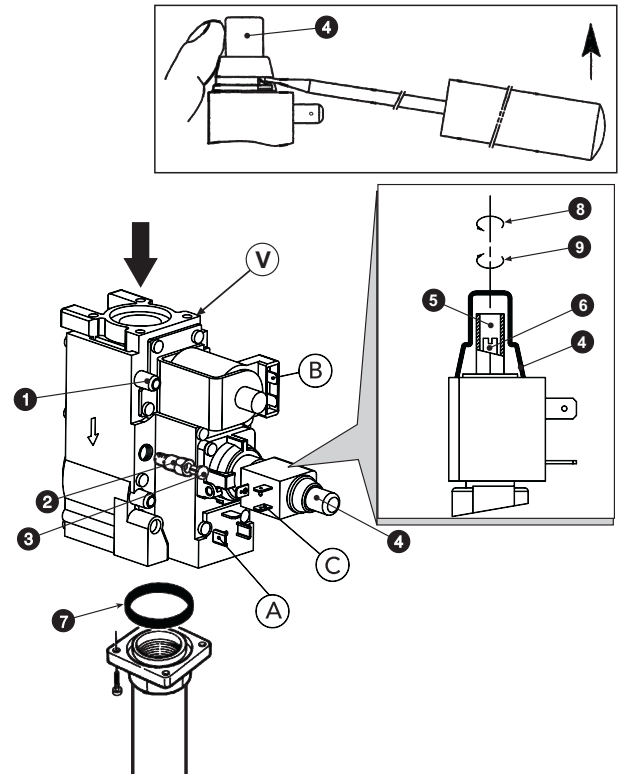

рис. 4 - Перенастройка котла на другой вид газа
Операции регулировки давления должны выполняться при работающем котле с помощью соответствующих регуляторов, установленных на 2-ступенчатых газовых клапанах (см. рис. 4)
3. Снимите защитную крышку регулятора давления 4 на рис. 4.
1. Медленно поверните ручку регуляторного термостата по часовой стрелки до 1-го щелчка; таким образом обеспечивается подача газа в отверстия А и В газового клапана (см. рис. 4).
2. Регулируйте давление с помощью винта 6 на рис. 4 и проверьте его на соответствие со значениями, приведенными в таблице технических данных на sez. 5.3.
1. Поверните ручку термостата регулировки до максимума; таким образом обеспечивается подача газа в отверстия А, В и С газового клапана (см. рис. 4).
2. Регулируйте давление с помощью винта 5 на рис. 4 и проверьте его на соответствие со значениями, приведенными в таблице технических данных на sez. 5.3.
2. Снимите с газового клапана маленький колпачок 3 (рис. 4), установите на клапан регулятор "STEP" зажигания 2, находящийся в комплекте переналадки, и наденьте на него колпачок 3.
Осуществляется выполнением описанных выше операций, сняв регулятор зажигания "STEP" 2 на рис. 4 с газового клапана и установив колпачок 3 на рис. 4 непосредственно на клапан.